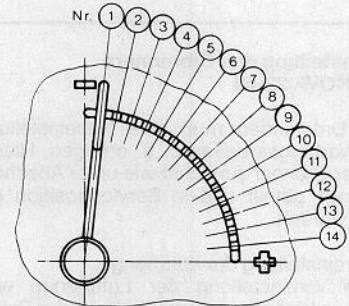

Abb. 38
1. Voreinstellung der Luftmenge: Die Voreinstellung der Luftmenge wird mittels Luftklappe durchgeführt – Rasternummer der Einstellfelder beachten (siehe Abb. 38), Rasterstellung aus Abb. 34 entnehmen.